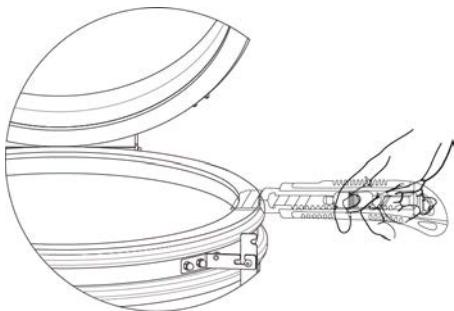

Figure 20
1. Utilisez un couteau polyvalent pour couper en longueur l'ancien matériau du joint. Tirez sur le matériau lâche, à la main, le plus possible. (Voir figure 20)